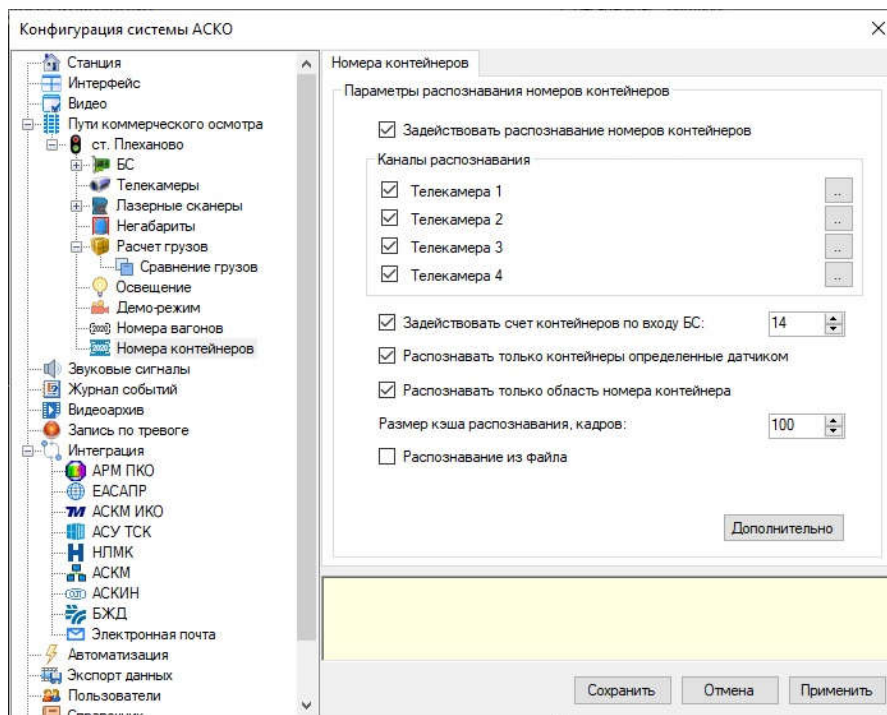

Рисунок 34 – Секция «Номера контейнеров».
- 2) В селекторе диалогового окна «Конфигурация системы АСКО» выберите секцию «Пути коммерческого осмотра/Название пути/Номера контейнеров», как показано на рисунке Рисунок 34.